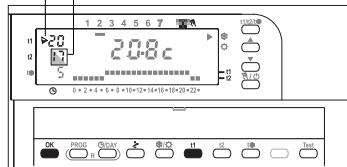

fig. 17
- b) **To fix the maximum temperature limit only:** press **t1**; the **t1** value will be fixed on the display, with the indicator ► blinking alongside (fig. 17). Press **OK** to confirm: the chronothermostat will revert to the currently activated program.
- b) **Pour fixer uniquement la valeur de température maximale :** appuyer sur la touche **t1**; l'afficheur bloque la valeur de **t1**, accompagnée par l'indice ► qui clignote (fig. 17). Appuyer sur la touche **OK** pour confirmer: le chronothermostat revient au programme de fonctionnement en cours.
- b) **Um nur den max. Temperaturwert zu begrenzen:** betätigen Sie die Taste **t1**; der Wert **t1** wird neben dem blinkenden Pfeil ► angezeigt (Abb. 17). Zur Bestätigung drücken Sie die Taste **OK**: der Zeitthermostat stellt auf den aktuellen Betrieb zurück.
- b) **Per fissare il solo valore massimo di temperatura:** premere il tasto **t1**; sul display si blocca il valore di **t1**, affiancato dall'indice ► lampeggiante (fig.17). Premere il tasto **OK** per confermare: il cronotermostato torna al programma di funzionamento in corso.
- b) **Para fijar sólo el valor máximo de temperatura:** presionar la tecla **t1**; en el display el valor de **t1** se bloquea y el índice ► que está al lado parpadea (fig.17). Presionar **OK** para confirmar: el cronotermostato vuelve al programa que se está utilizando.